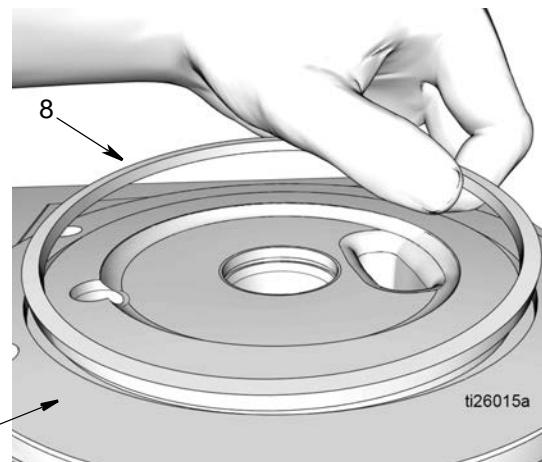

图 44
7. 在方 O 形圈 (8) 上抹上薄薄一层滑脂。将方 O 形圈 (8) 安装在泵底座 (1) 的沟槽中，如 图 44 所示。